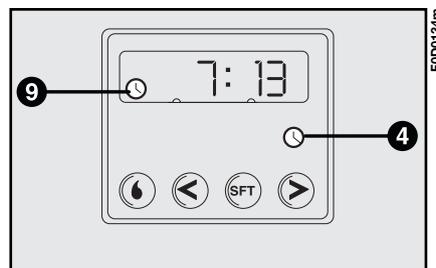

fig. 88
– Appuyer sur le bouton **4**: l'écran et le témoin **9**-fig. 88 s'allument.
## Lecture de l'heure courante fig. 88